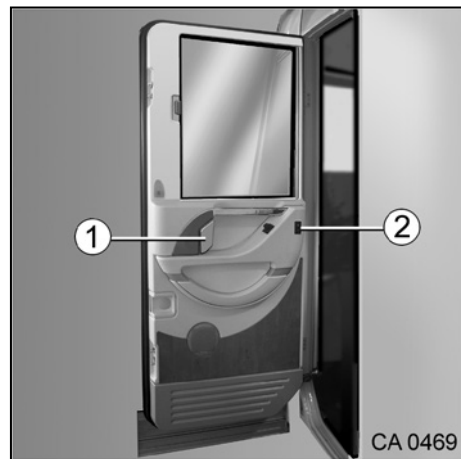

Fig. 40 Intérieur de la portière de cabine
1. Tirer sur la poignée (Fig. 40/1). Le verrou de la portière est automatiquement déverrouillé.
1. Actionner le bouton-poussoir (Fig. 40/2). La fenêtre s'ouvre/se ferme automatiquement.